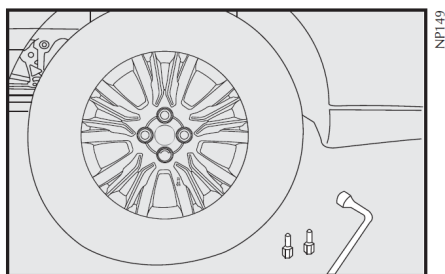

fig. 10
10) Apriete los tornillos, utilizando la llave especial fig. 10.